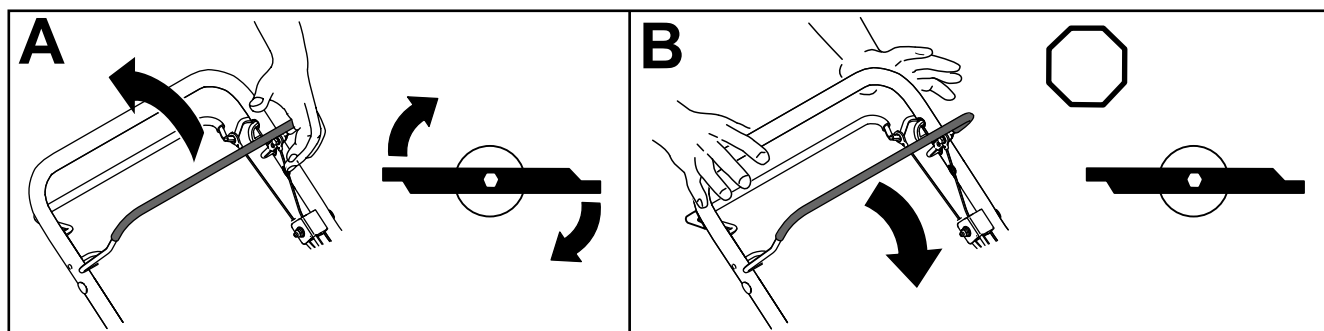

Figure 15
- Pour engager les lames, serrez la barre de commande de lame contre le guidon (Figure 15).
- Pour désengager les lames, relâchez la barre de commande (Figure 15).